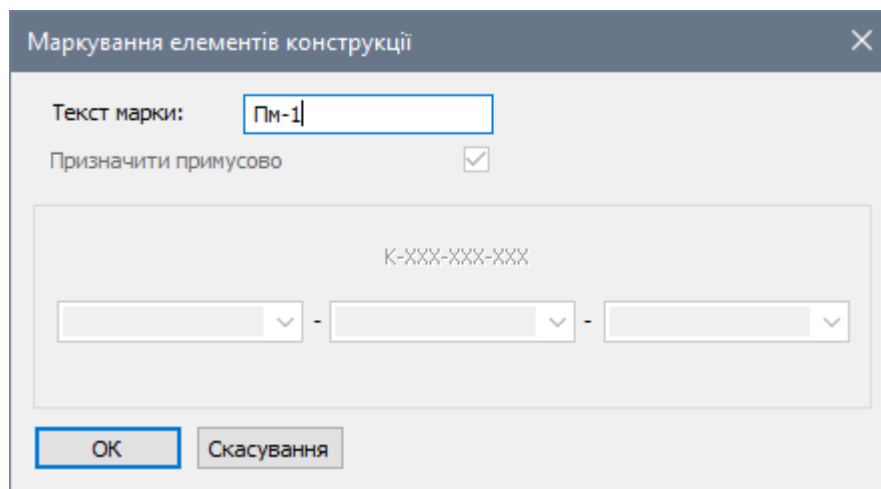

Рис. 23.45. Діалогове вікно Маркування елементів конструкції
- У діалоговому вікні **Маркування елементів конструкції** (рис. 23.45) погодьтеся із запропонованою маркою Пм-1 натисканням по кнопці **ОК**.